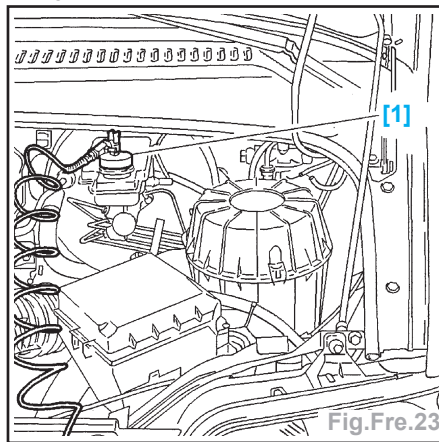

Fig.Fre.23
- Raccorder l'appareil à purger [1] sur le réservoir de liquide de frein (Fig.Fre.23).